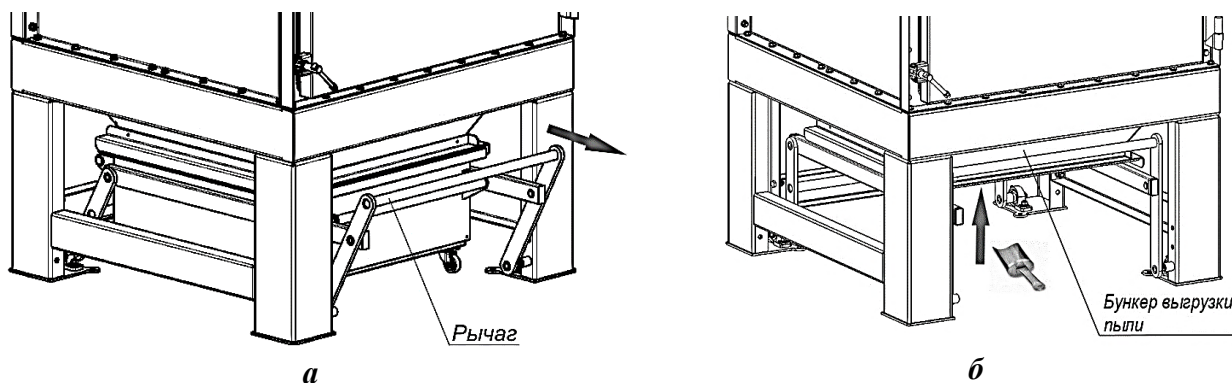

Рисунок 18 — Предварительное запыление картриджей:
- 3) потянуть за рычаг механизма поджатия пылесборника и выкатить пылесборник из-под фильтра (рисунок 18а);
- 6) через отверстие бункера выгрузки пыли небольшими порциями подавать средство предварительного запыления с помощью лопатки (рисунок 18б);